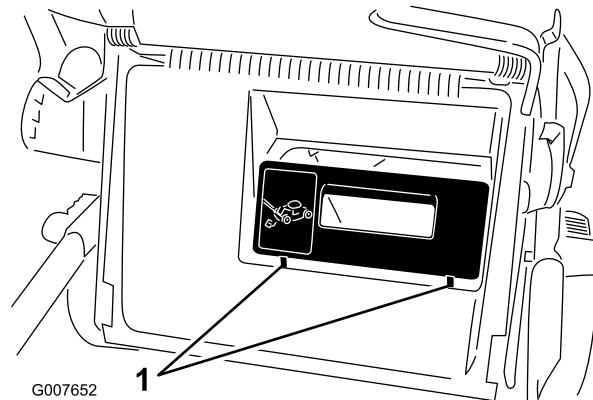
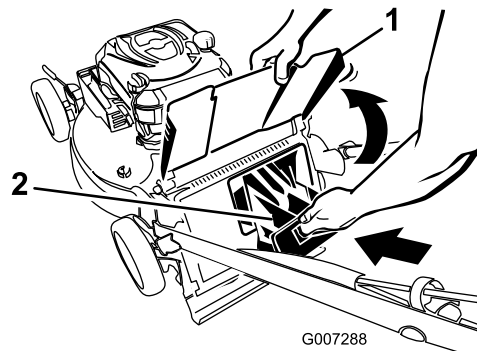

Figura 17
Figura 18
**Importante:** Asegúrese de que el tapón de descarga trasero está bien sujeto en su sitio. Levante el deflector de descarga y busque 2 pestañas en la parte delantera del tapón (Figura 17). Si no las ve, empuje con firmeza el tapón hacia adentro hasta que se coloque en su sitio con un clic (Figura 18).